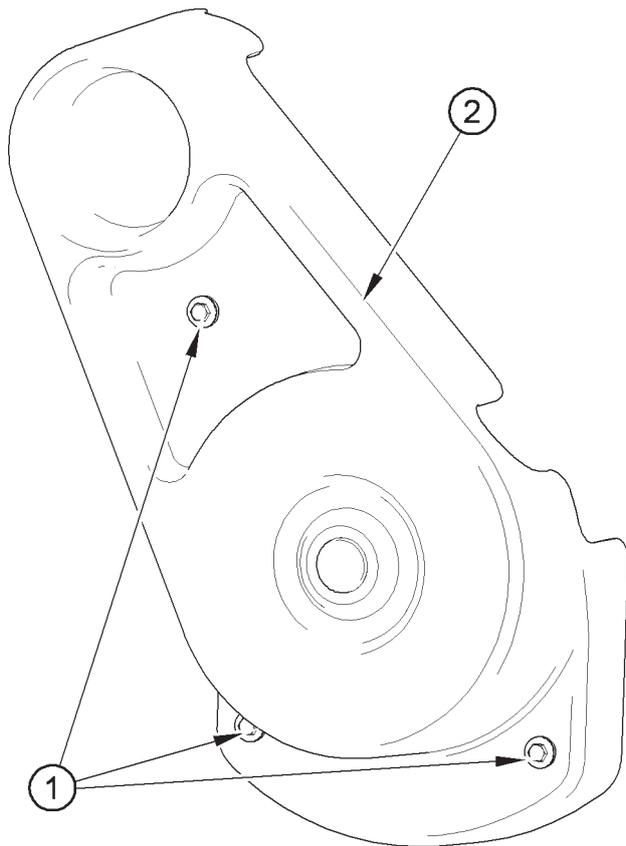

Figura 9
1. Suelte los tornillos (Figura 9, elemento 1) y retire la defensa (Figura 9, elemento 2). Una vez revisada o ajustada la correa, vuelva a colocar la defensa.